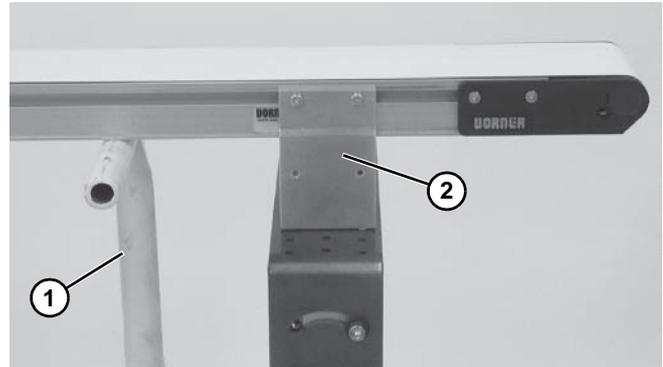

Figure 33
7. Placer un support temporaire (**Figure 33, élément 1**) sous les deux extrémités du convoyeur.
8. Retirer les supports de montage (**Figure 33, élément 2**) sur un côté du convoyeur. (Effectuer à l'envers les étapes 3 et 4 de « Supports de montage » à partir de la page 12.)